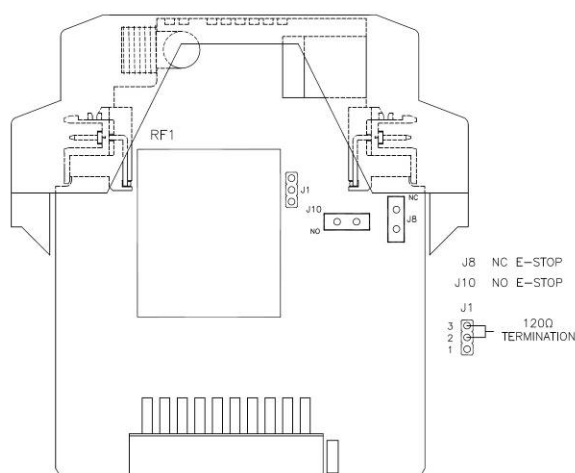

Figura 7. Vista detallada del módulo de RF/CPU de GEN2
La salida de la PARADA DE EMERGENCIA consiste de dos relés en serie. Estos relés se pueden configurar como NO o NC. Esto se configura mediante J8 (NC) o J10 (NO). Para configurar la salida, retire el módulo como se describe en la Sección 3.9 y luego consulte Figura 7 para conocer la ubicación de las conexiones puente J8 y J10.